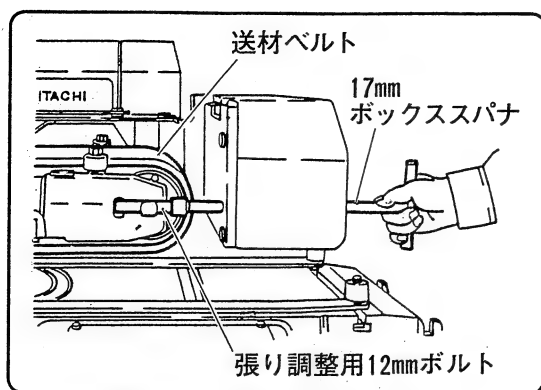

図 10
送材ベルト（図10参照）にごみや切りくずが付着していると誤動作の原因になります。送材ベルトに付着しているごみや切りくずは取除いてください。
**注** • 送材ベルト（図10参照）にシリコンスプレー液がかかると、木材がスリップする原因となります。
② 反転位置調整ポリウム	左にまわすと木材は早く、右にまわすと遅く反転します。 反転位置は手持ちの⊖ドライバーで調整します。 （18ページ「(5)自動反転機構の確認」の項参照）
③ 後スイッチ	後を押し、木材の板厚検出（17ページ「(4)板厚検出機構の確認」の項参照）が終わると送材ベルト（図10参照）が回転し、一方向（送り込み側から送り出し側）への切削ができます。
④ 後ランプ	③ 後スイッチを押すと点灯します。
⑤ 前スイッチ	前を押すと、送材ベルトが逆回転し、送り出し側から送り込み側へ送材できます。
⑥ 前ランプ	⑤ 前スイッチを押すと点灯します。
⑦ 1回スイッチ	（1回）を押し、木材の板厚検出が終わると送材ベルトが回転し、1往復の切削（帰り）ができます。
⑭ 停止スイッチ	停止スイッチを押すと、送材ベルト (図10参照) が停止します。
フロントカバー（図1参照）をはずし、表示パネル下側のキャップ（2個）をはずします。張り具合は、送材ベルトの回転（17ページ「(3)板厚検出スタート装置の確認」の項参照）を見ながら手前および奥側の張り調整用12mmボルト2個を付属の17mmボックススパナで交互にまわして調整します。（図10）